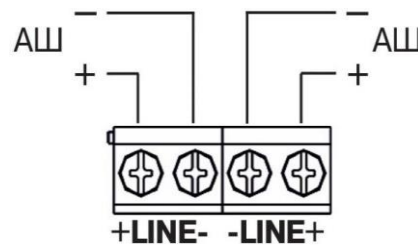

Рис. 6 Подключение проводов
- подключить провода согласно Рис. 6;